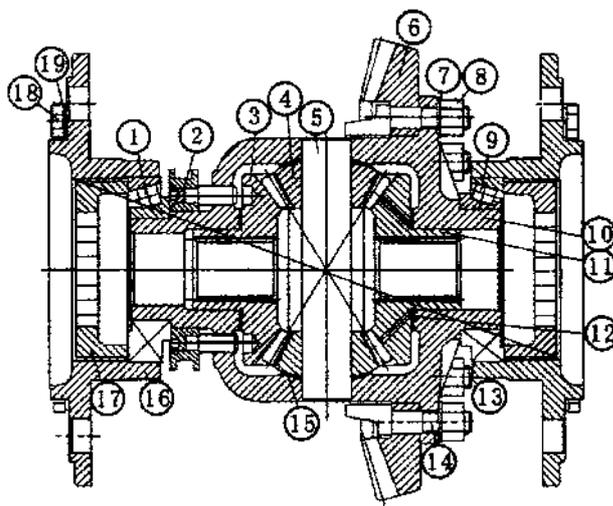

Рис. 6 – 6. Дифференциал
- 1) Регулировка зацепления конической шестерни центральной передач (Рис. 6 - 5.)